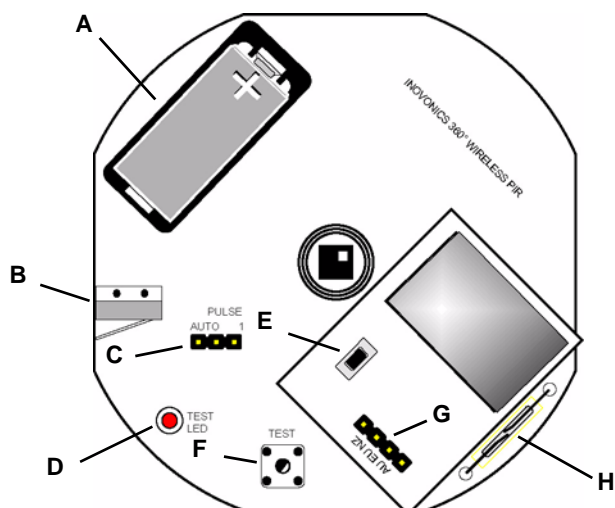

Figur 1 Lossa fronten och monteringsfästet
1. Lossa på skruven som låser frontkåpan på plats (Figur 1).
1. Placera bygel så den sluter stiften för lämpligt val av pulsräkning (Figur 1).
1. Montera detektorns kapsling (Figur 1).
2. Tag bort monteringsfästet (Figur 1).